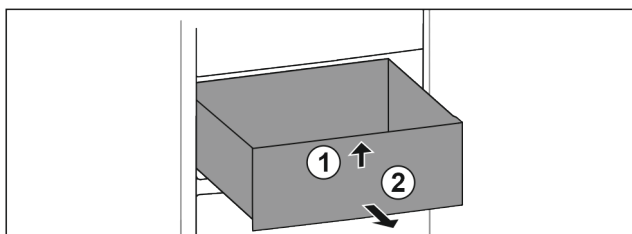

Fig. 66
- Lade aan de voorkant optillen. Fig. 66 (1)
- Lade naar voren toe verwijderen. Fig. 66 (2)